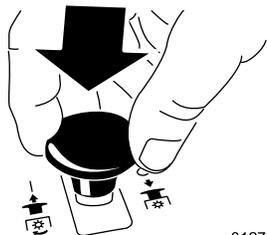

図 10
- ブレード制御スイッチPTOを押し込んでOFF位置にする 図 10。